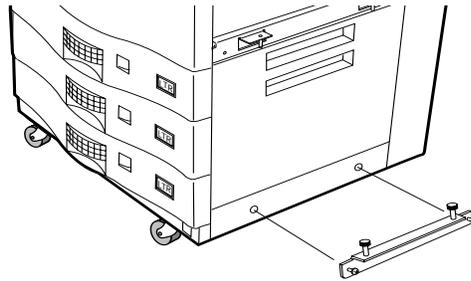

Abbildung 4-6 Podestführung
2. Bringen Sie den zusätzlichen Montageträger an (siehe Abbildung 4-6).